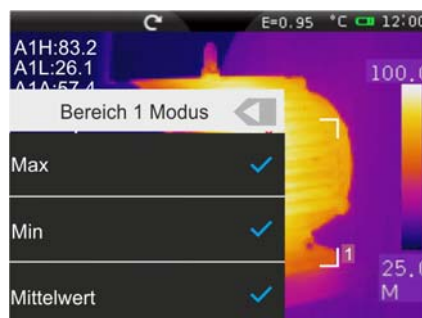

Abb. 32: Einstellung der Parameter, die dem Messbereich assoziiert sind
2. Berühren Sie das Symbol “” zur Auswahl der folgenden Anzeigeeoptionen auf den Messbereichen (siehe Abb. 32): **Max** (Maximaler Wert der Punkte innerhalb des Bereiches), **Min** (Minimaler Wert der Punkte innerhalb des Bereiches), **Mittelwert** (Durchschnittlicher Wert der Punkte innerhalb des Bereiches). Die Auswahl wird durch das Symbol “” auf dem Display angegeben.